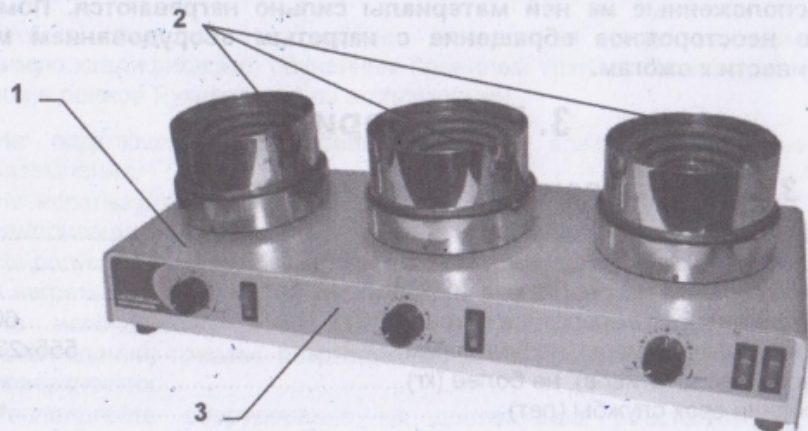

Рис. 1. Колбонагреватель LOIP LH-253.
Колбонагреватель (см. рис. 1) состоит из металлического корпуса (1), нагревательной ячейки (2) и блока управления температурой нагрева (3).